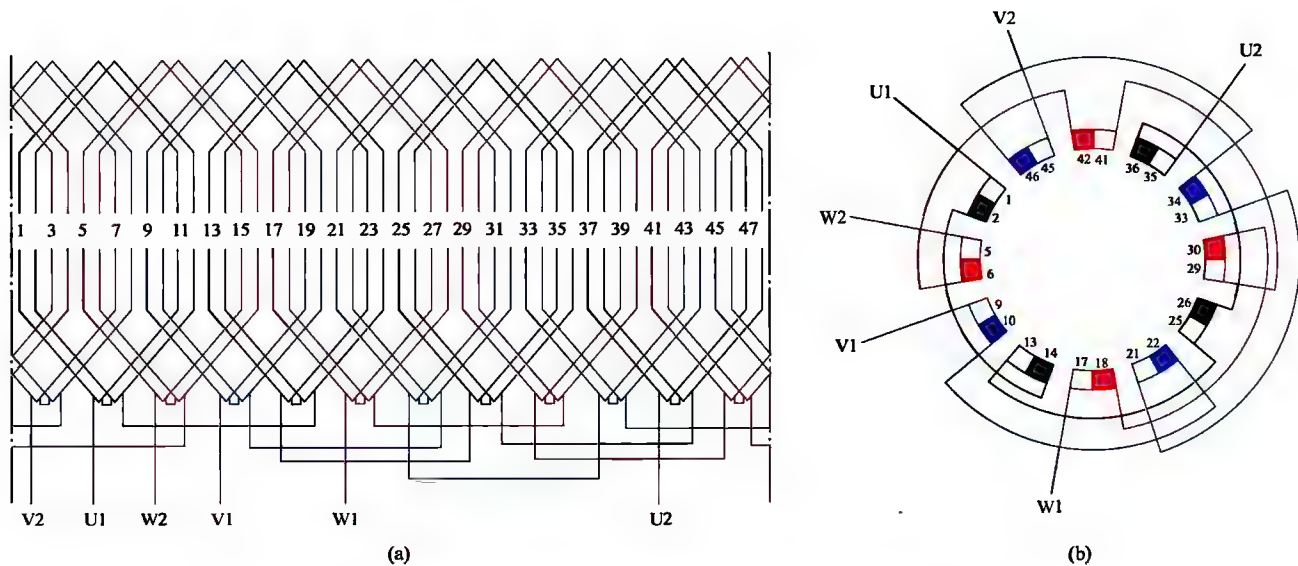

图 1-35 三相 4 极 48 槽单层链式绕组 1 路接法
35. 三相 4 极 48 槽单层链式绕组 1 路接法展开图与接线圆图 (见图 1-35)